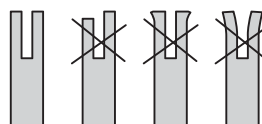

Fig. 49
5. Pour vérifier l'état d'usure du rail: appliquez le bord droit d'une règle contre le bord des lames de coupe, comme indiqué sur l'illustration ci-dessous. Si le rail du guide-chaîne est en bon état, il doit y avoir un interstice entre la règle et le guide-chaîne. S'il n'y a aucun interstice (c.à.d. si vous pouvez appliquer la règle contre le guide-chaîne sur toute sa longueur), le rail du guide-chaîne est usé et a besoin d'être remplacé par un rail du même type (Fig. 49).